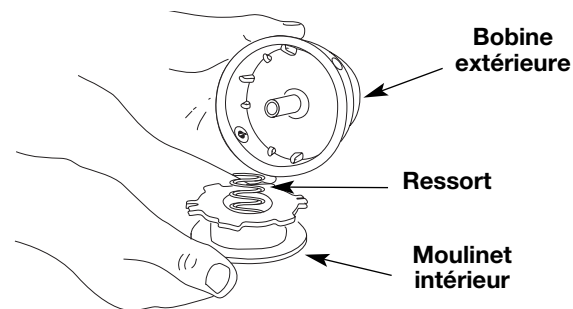

Fig. 16
2. Retirez le moulinet intérieur de la bobine extérieure (Fig. 16).
3. Retirez le ressort du moulinet (Fig. 16).